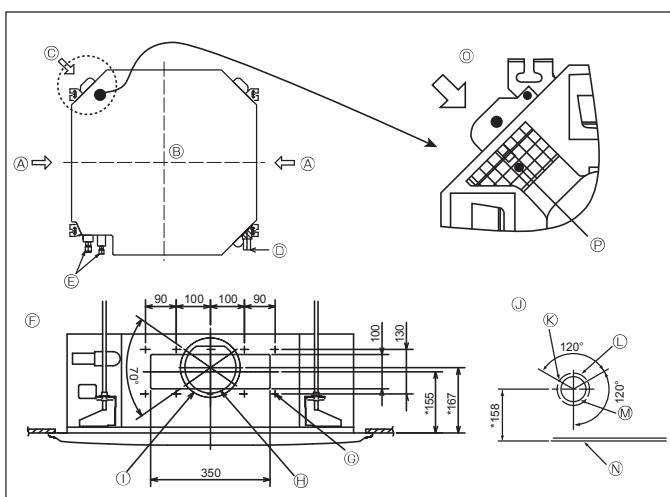

Fig. 3-4
3.4. ท่อแยกและซ่องรับอากาศบริสุทธิ์ (Fig. 3-4)
ในเวลาที่จะติดตั้ง ให้ใช้ช่องวางบาน้ำยาอากาศ (ตัดออกเป็นช่อง) ตามตำแหน่งที่แสดงให้ใน Fig. 3-4. เมื่อเจ้าเป็น